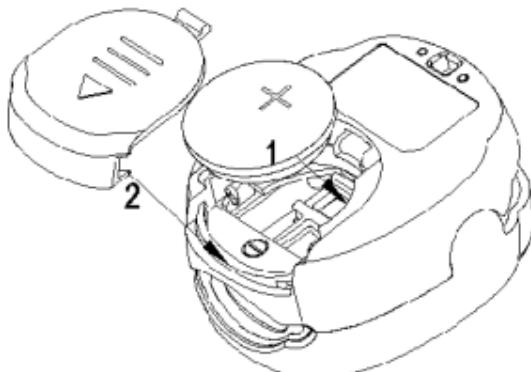

Figure 2
1. Insérez la batterie dans son logement, s'assurant que le sens d'insertion soit correct (comme montrée dans la Figure 2).